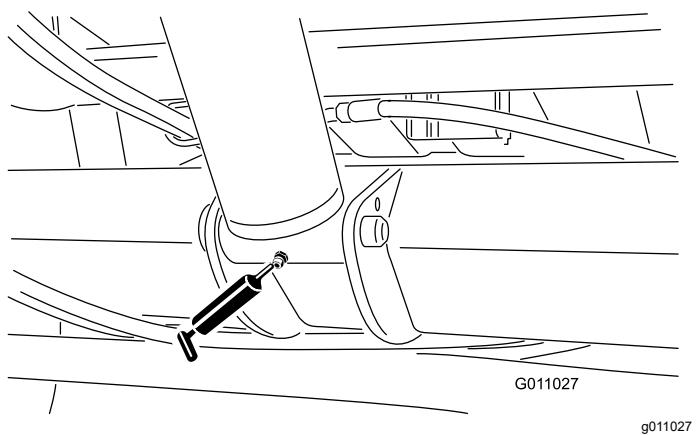

Figure 35
- Vérit de levage (2) (Figure 35)